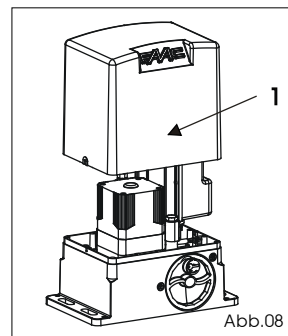

Abb.08
- 1- Die Schutzabdeckung entfernen, Abb.08 Bez.1.